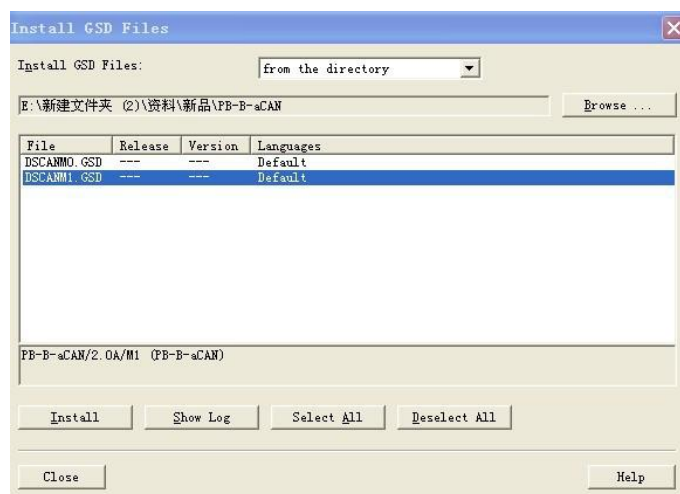

图4-3
- (3) 添加 GSD 文件：SIMATIC 300(1)→Hardware 双击，并在 H W Config 的菜单中选择 Option→Install GSD File…找到 DSCANM1.GSD 所在目录，点击 Install 安装 GSD 文件。见图 4-3。